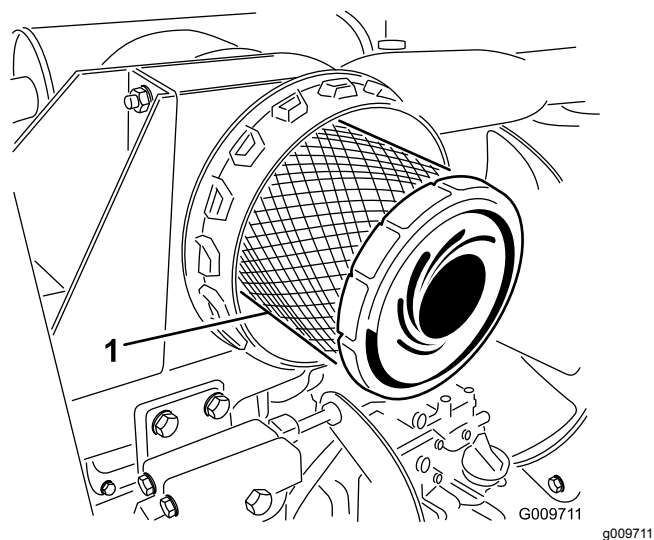

Figura 28
3. Togliete il filtro primario e sostituitelo (Figura 28).